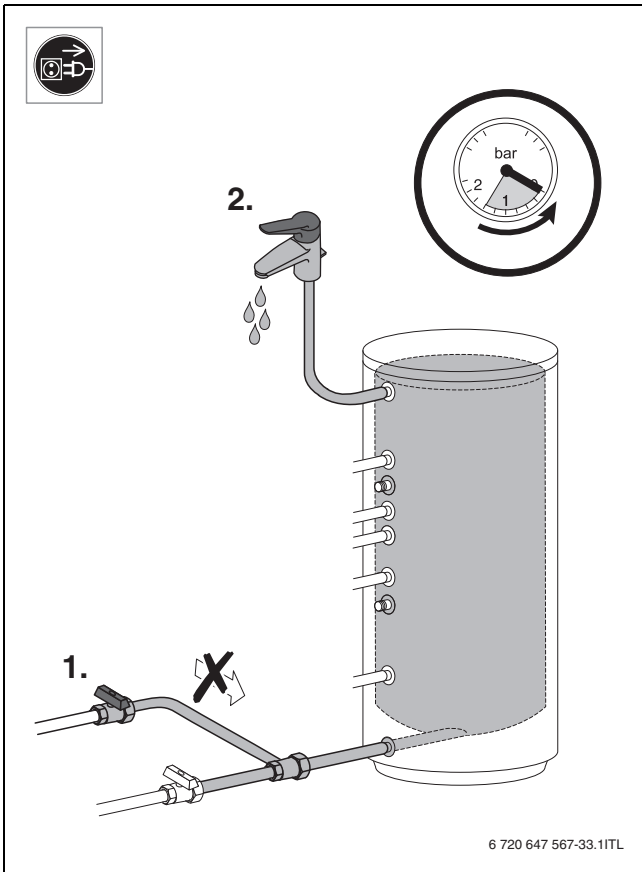

Fig. 16
- ▶ Fermer les vannes d'arrêt (→ fig. 16, page 56).
- ▶ Mettre le ballon ECS hors pression (→ fig. 16, page 56).